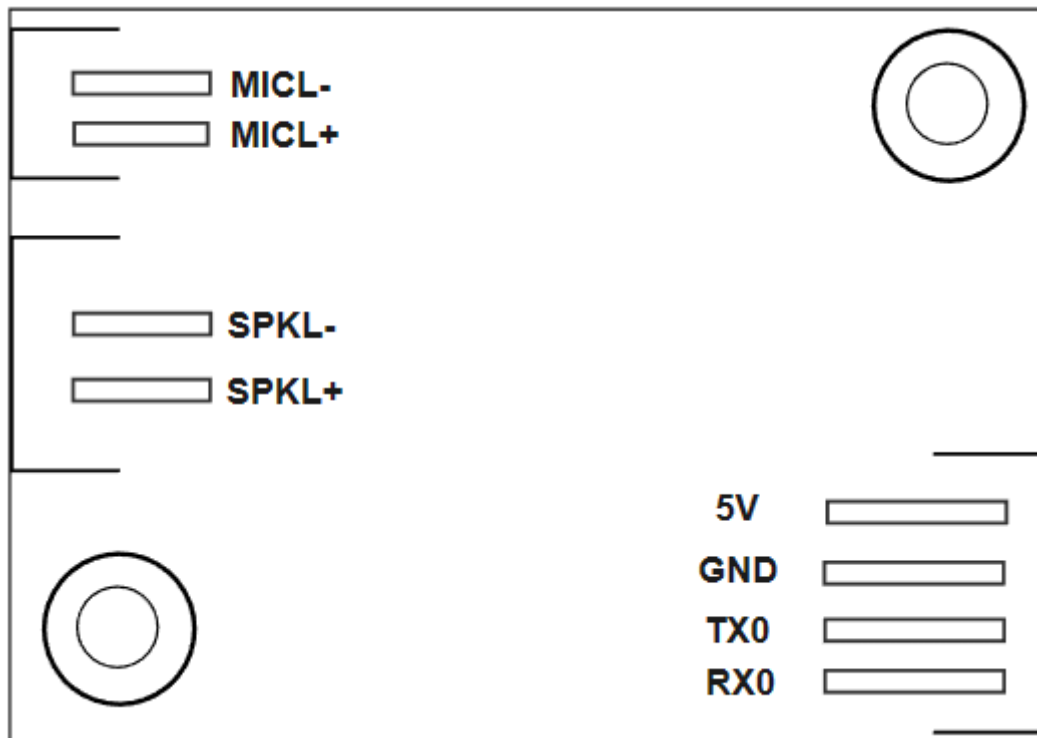

图6 模块引脚图
3. 四线供电和 UART 接口，采用 2.5mm 间距母口，引脚顺序请参考图 6。该接口中的 UART 引脚除了做串口通讯功能外，也可以配置为 GPIO 口。